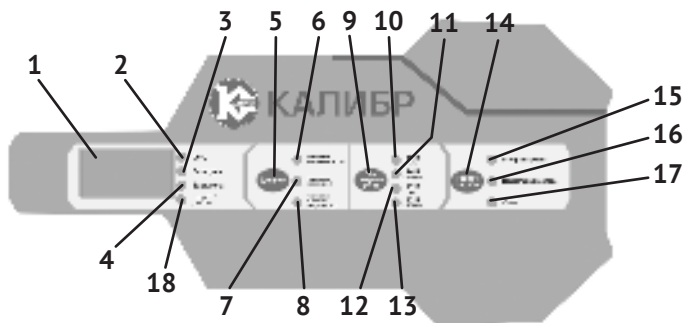

рис.2
1.6.1 Панель управления ПЗУ представлена на рис.2
- «сеть» (рис.2 поз.2) – высвечивается при подключении ПЗУ и сети;
- «зарядка» (рис.2 поз.3) – высвечивается во время процесса зарядки АБ;
- «полностью заряжен» (рис.2 поз.4) – высвечивается после полной зарядки АБ;
- «ошибка полярности» (рис.2 поз.18) - высвечивается при неправильном подключении соединительных проводов к АБ.
Переключателем (рис.2 поз.9) выбирается напряжение (12В/24В) и тип АБ, при этом высвечивается соответствующий индикатор:
- 24В стандартная – индикатор (рис.2 поз.10);
- 24В AGM/GEL - индикатор (рис.2 поз.11);
- 12В стандартная – индикатор (рис.2 поз.12);
- 12В AGM/GEL - индикатор (рис.2 поз.13);
4.2 Переключателем выбора АБ (рис.2 поз.9) установите тип заряжаемой батареи, контролируя высвечивание нужного индикатора.
4.3 Переключателем выбора тока зарядки (рис.2 поз.14) установите «быстрый» или «нормальный» режим. Постоянное свечение выбранного индикатора свидетельствует о нормальном процессе зарядки.
4.4 При нормальном режиме зарядки, переключателем (рис.2 поз.5) можно проверить напряжение зарядки и ёмкость заряжаемой батареи в % (высвечива-
4.6 По окончании процесса зарядки на дисплее высветится сообщение «FUL» - полная зарядка и высветится индикатор завершения процесса зарядки (рис.2 поз.4). ПЗУ данной модели восстанавливает или значительно улучшает характеристики АБ. У аккумуляторов улучшается структура электродов, снижается внутреннее сопротивление и увеличивается стартовый ток.
Перед началом работы в режиме «пуск» рекомендуется в течении 10 - 15 минут провести зарядку АБ выставив переключателем (рис.2 поз.14) ток быстрой зарядки (10 – 20 А), для повышения уровня заряженности АБ. Это увеличит пусковой ток аккумулятора, а, следовательно, и суммарный пусковой ток. Ведь пусковой ток равен сумме токов от АБ и ПЗУ.
5.1 Нажав и удерживая 3 секунды переключатель (рис.2 поз.14), дождитесь пока высветится индикатор «СТАРТ» двигателя. После чего можно запустить стартер автомобиля, при этом на дисплее высветится значение пускового тока.
5.3 Если после 5-ти попыток двигатель не запустился, то нажатием на переключатель (рис.2 поз.14) перевести ПЗУ в режим зарядки (индикатор «СТАРТ» перестанет светиться). После зарядки в течение 15 – 30 минут, повторите попытку запуска двигателя.
- вывести ПЗУ из режима пуска, нажав переключатель (рис.2 поз.14);